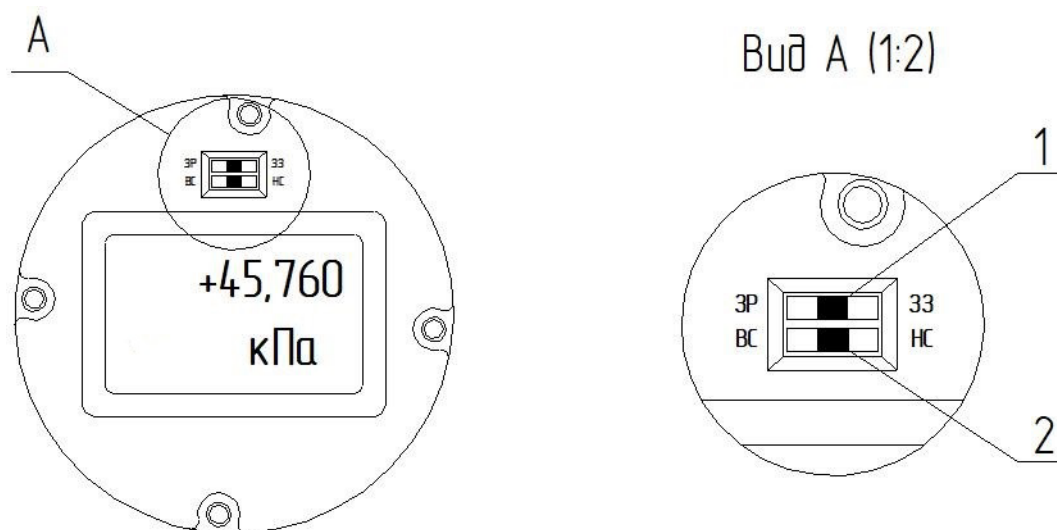

Рис.9 Корпус ЖКИ (1- переключатель защиты от записи; 2- переключатель режима сигнализации)
- Отвернуть винт стопорный (рис. 9) поворота корпуса с помощью специального ключа – шестигранника 2 мм;
☞ **На корпусе ЖКИ имеется переключатель с маркировкой запись разрешена «ЗР» и защита от записи «ЗЗ», см. рис. 9**
На корпусе ЖКИ имеется переключатель с маркировкой высокий уровень аварийного/предупредительного сигнала «ВС» и низкий уровень аварийного/предупредительного сигнала «НС», рисунок 9.